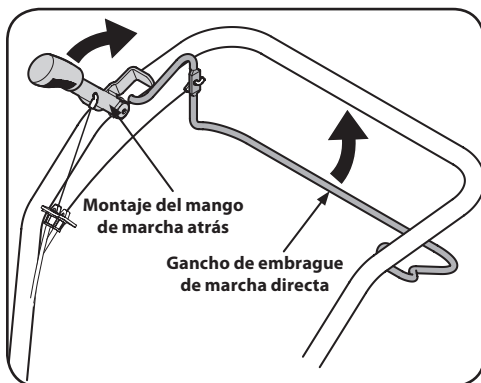

Figura 3-4
- Cuando realiza la labranza, distiéndase y deje que las ruedas tiren de la unidad mientras los dientes cavan. Camine detrás, levemente hacia un lado de la unidad. Use una mano, pero sujete la barra de control de forma ligera – aunque firme (mientras deja el brazo flojo). Vea la Figura 3-4. Deje que la unidad se mueva a su propio ritmo y no empuje hacia abajo en las barras de control para intentar forzar los dientes para que caven más profundo – esto quita peso a las ruedas y reduce la tracción.